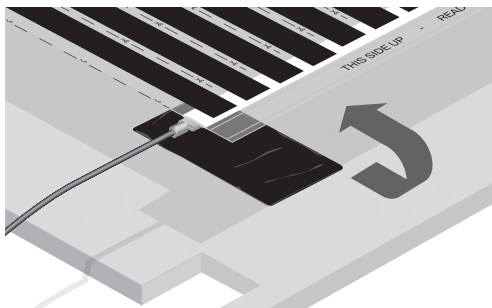

Fig. 9. Dekk terminalene med tape
- 14.** Alle tilkoblinger til radene med varmefolie skal dekket med en bit mastiktape, 50 mm bred og ca. 100 mm lang. Fest halvparten av tapen enten på undersiden eller oversiden, og brett den rundt til den andre siden. (fig.9)